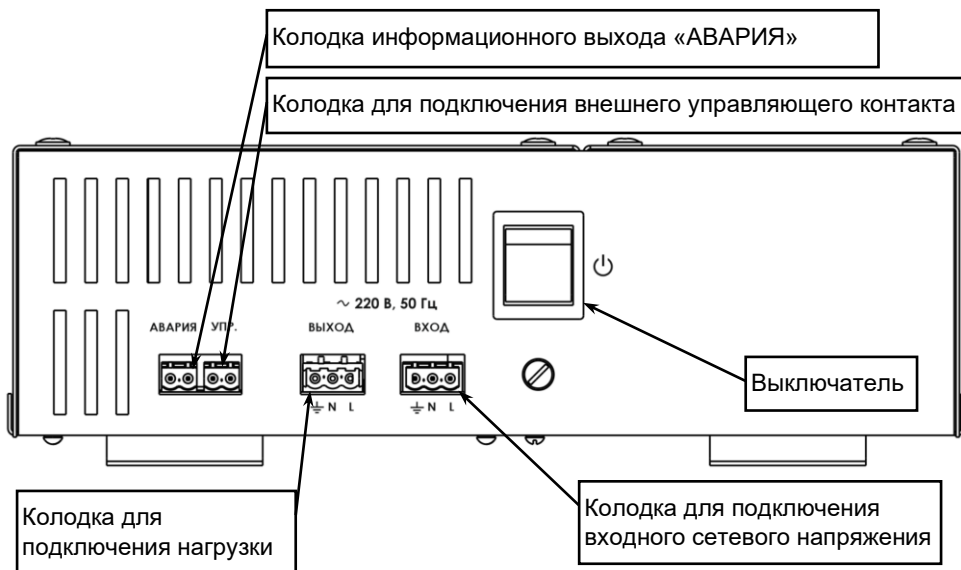
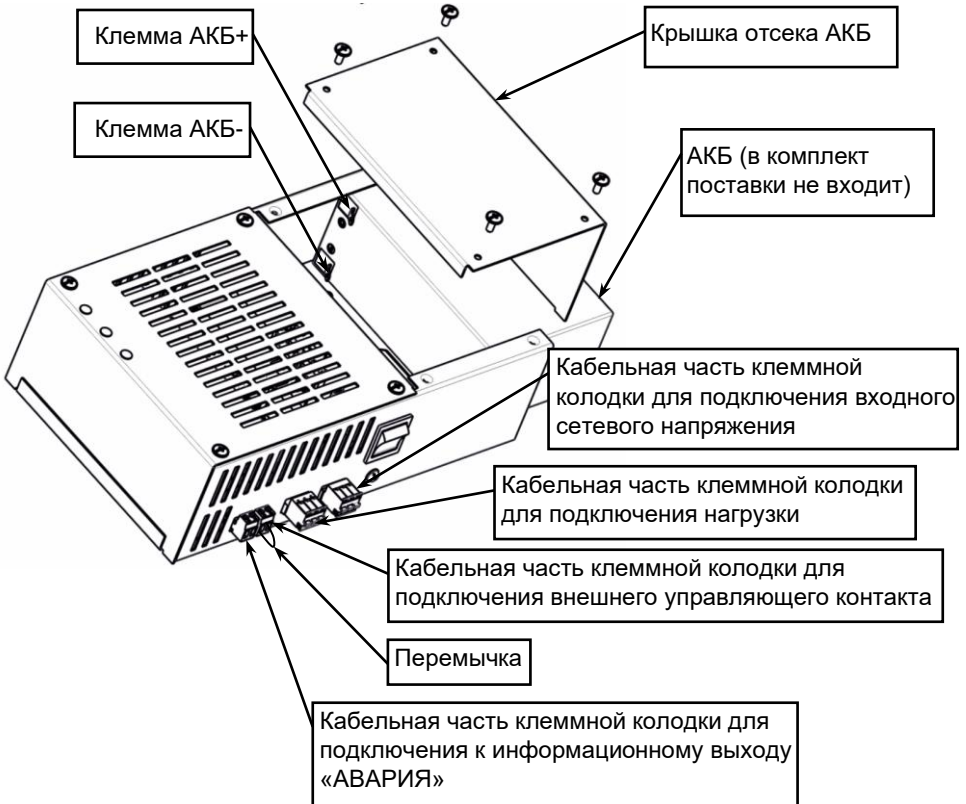

Рисунок 2 — Вид изделия со стороны подключения
Рисунок 3 — Расположение АКБ и кабельных частей колодок
Включение изделия осуществляется выключателем  (см. рисунок 2). Клеммы колодки «УПРАВЛЕНИЕ» должны быть замкнуты внешним управляющим контактом или переключкой (см. рисунок 3). После включения изделие в течение 20 секунд тестирует состояние входного сетевого напряжения, индикатор «РЕЗЕРВ» светится. Если уровень сетевого напряжения находится в допустимом диапазоне, изделие подключает нагрузку к источнику сетевого напряжения, индикатор «РЕЗЕРВ» гаснет, индикатор «ОСНОВНОЙ» включается. В противном случае изделие питает нагрузку от АКБ (режим «РЕЗЕРВ»).
- открыть корпус изделия, сняв крышку и разместить в нем АКБ (см. рисунок 3);
- подсоединить к кабельной части разъемной колодки «УПР» провода для подключения внешнего управляющего контакта или проводную перемычку (см. рисунок 3);
- подсоединить к кабельной части разъемной колодки «АВАРИЯ» провода для подключения к информационному выходу изделия (см. рисунок 3);
- Включить изделие выключателем (см. рисунок 2).